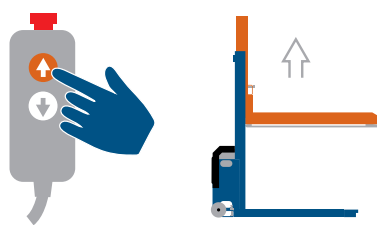

Imagen 20 Pulse el botón del dispositivo de control para elevar el portador de carga.
6. Pulse el botón del dispositivo de control para elevar el portador de carga. Suelte el botón cuando el portador de carga esté en la parte superior o después de aprox. 10 segundos si el portador de carga no se levanta. Si el portador no se levanta, la bomba hidráulica está probablemente girando en la dirección incorrecta; cambie las fases de conexión eléctrica (véase la imagen 20) y después intente de nuevo levantar el portador.